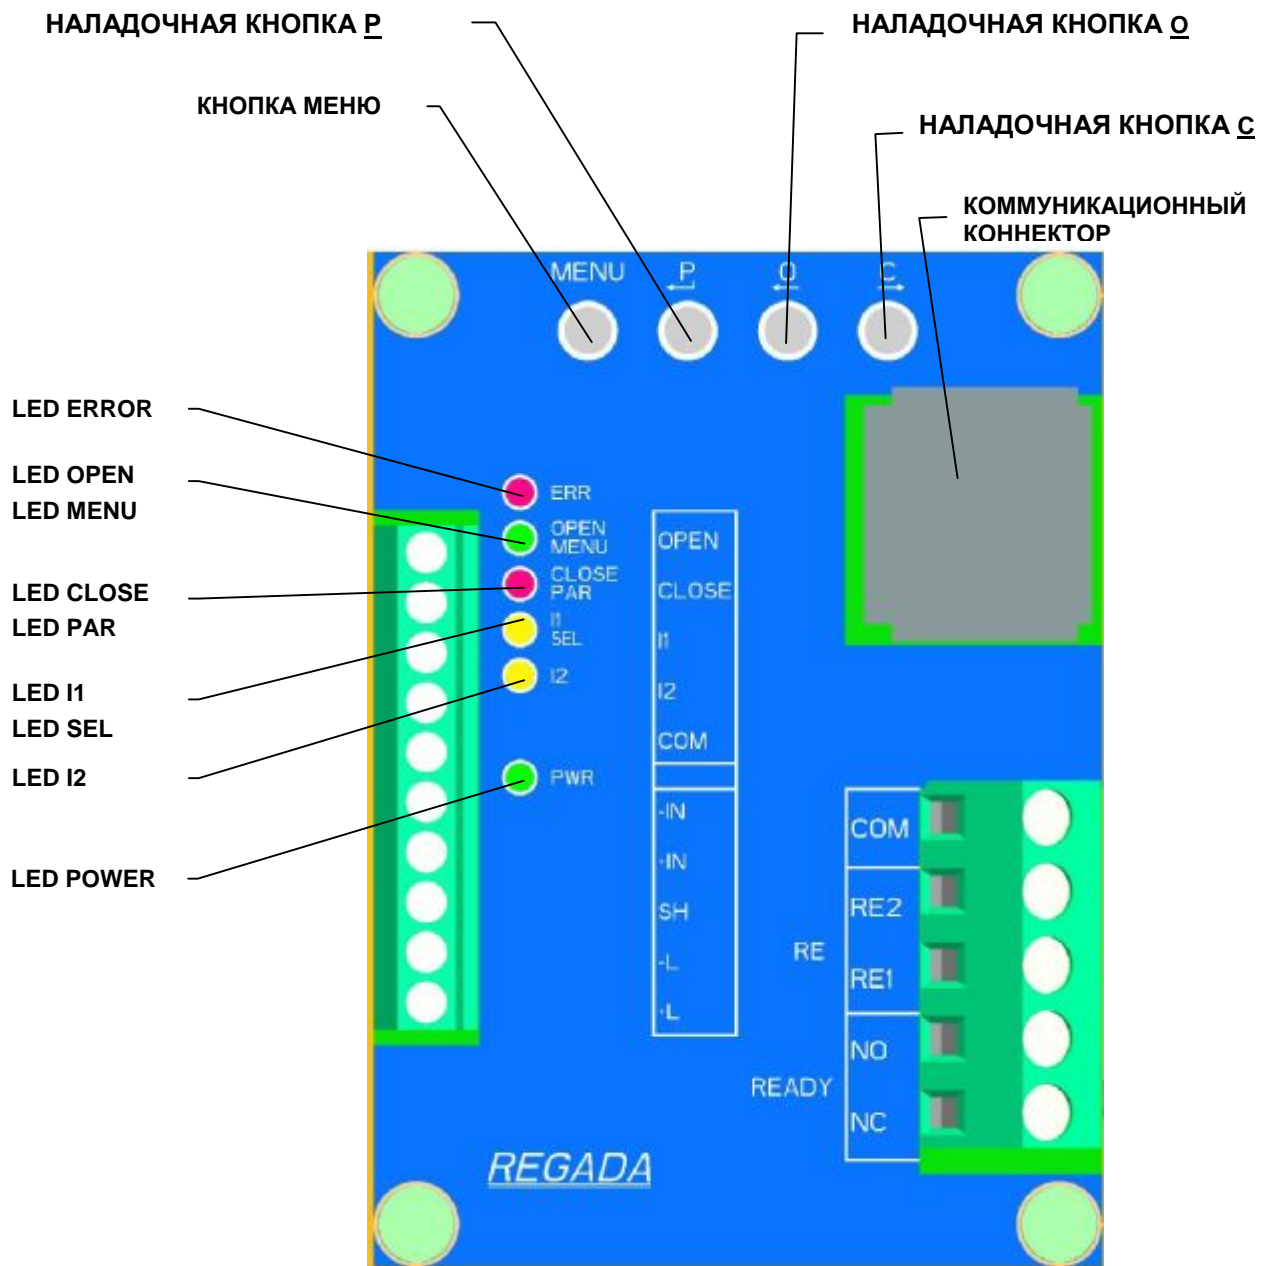

Рис. 6
Установка осуществляется на механически и электрически присоединенном ЭП. Данная глава описывает настройку ЭП на параметры, которые заказчику позволяет программная оснастка. Размещение элементов настройки доски управления указано на Рис.6.
- через кнопки блока управления (**Рис.6**)
- 6 сигнальными диодами (LED диоды) по **Рис. 6**